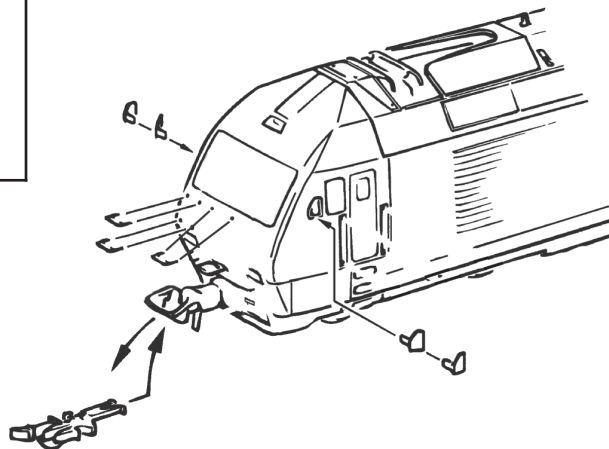
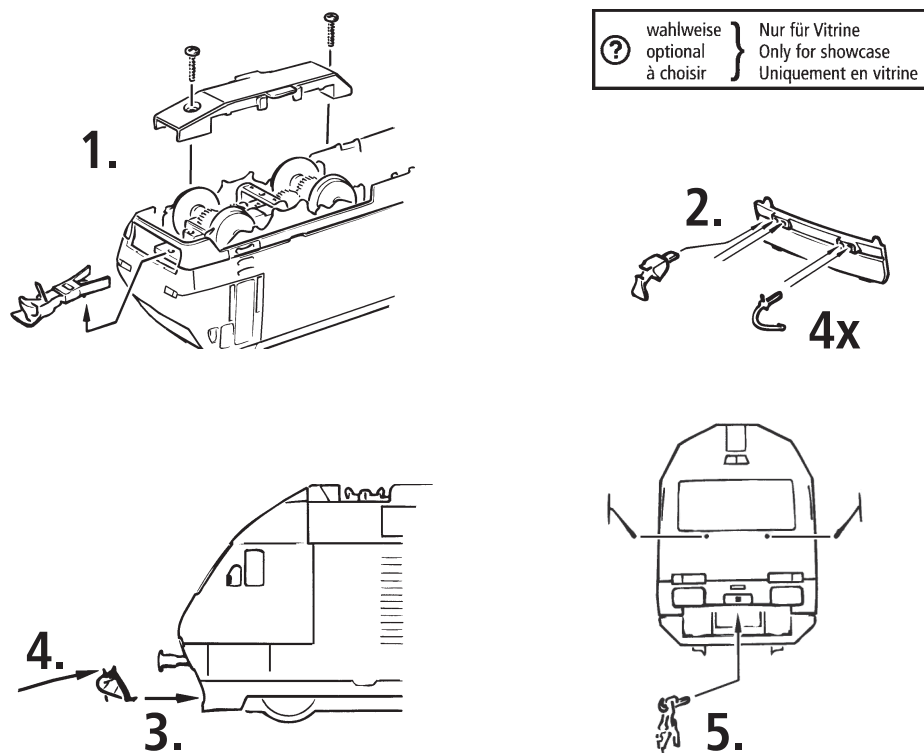

Fig. 4
Fig. 5
**Mehrzugbetrieb:** Zuerst Lokgehäuse abnehmen (Fig. 4). Danach den Brückenstecker aus der Schnittstelle entfernen (diesen sorgsam aufbewahren). Danach den Stecker des Decoders lage-richtig einsetzen (Fig. 7).
**2. Schmierung:** Versehen Sie die im Schmierplan in Fig. 5 gekennzeichneten Stellen mit nur **kleinen Öltropfen**. Dazu zuerst das Lokgehäuse abnehmen (Fig. 4). Wir empfehlen den ROCO **Öler Art.-Nr. 10906**. Fürs Schmieren der Getriebeteile (Zahnräder, Schnecke) empfehlen wir das **ROCO-Spezialfett Art.-Nr. 10905**. Im Falle der Schmierung diese Teile **nicht ölen**.
**4. Kohlebürstenwechsel:** Lokgehäuse abnehmen (Fig. 4). Danach wird der Motor ausgebaut und die Kohlebürsten ausgewechselt (Fig. 9).
**2. Lubrication:** Apply **tiny oil drops** to spots marked in fig. 5. Prior to lubrication dismantle locomotive (fig. 4). We recommend using item no. **10906, ROCO oiler**. For lubrication the gearparts (e.g. cogwheels, worm) we would recommend our ROCO **special grease** (item no. **10905**).
**4. Carbon Brush Changing:** First remove loco body (fig. 4), and then the motor (fig. 9).
**2. Graissage:** N'appliquez **qu'une tout petite goutte** aux endroits indiqués par le plan de graissage (fig. 5) après avoir démonté la caisse de la locomotive (fig. 4). Nous vous recommandons **le graisseur à huile ROCO réf. 10906**. Pour graisser les engrenages (roues dentées, vis sans fin) nous vous conseillons la **graisse spéciale ROCO réf. 10905** pour engrenages en matières synthétiques. Lorsque vous utilisez cette graisse il faut éviter d'huiler ces composants.
**4. Remplacement des balais du moteur:** Démontez la caisse (fig. 4). Démontez ensuite le moteur et échangez le balais (fig. 9).